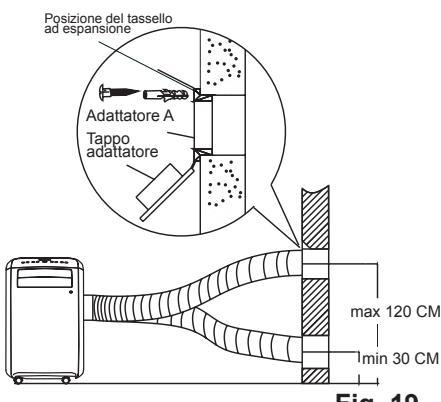

Fig. 19
1. Realizzare un foro nella parete. Installare l'adattatore di scarico a parete A sulla parete (all'esterno) usando 4 tasselli a espansione con viti per legno, assicurandosi di fissarlo bene. (Consultare la Fig. 19)